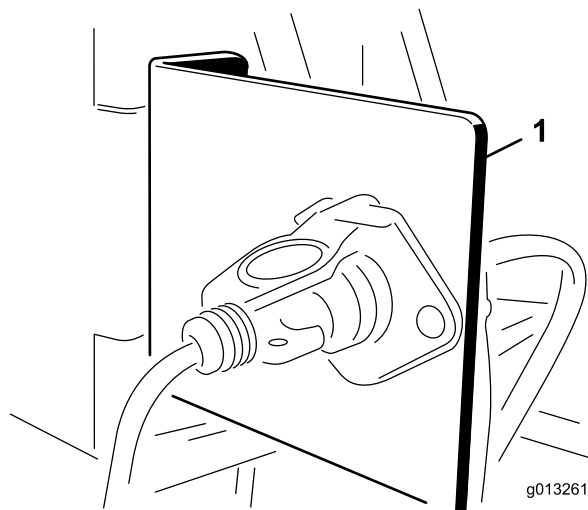

Figura 11
1. Montați suportul mufei de alimentare într-un punct fix din spatele vehiculului tractor, folosind unul dintre suporturile de montare furnizate (Figura 11).